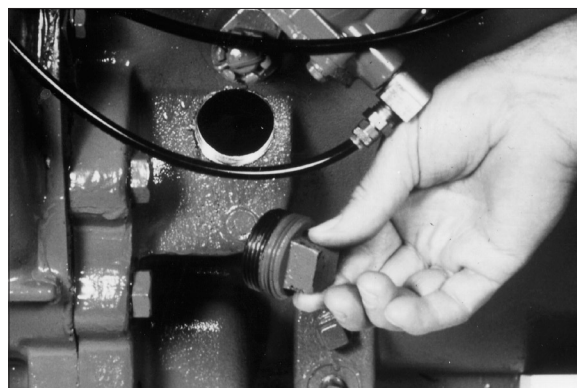

Fig. 22
1. Quite el tapón de llenado de la transmisión y añada el lubricante para la transmisión recomendado hasta el nivel indicado por el fabricante de la transmisión o del camión (Fig. 22).